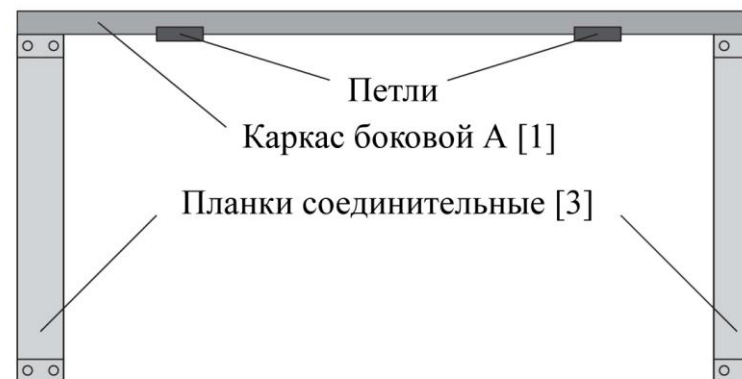

Рисунок 3
3) Расположите каркас боковой А [1] петлями вверх, перпендикулярно соединительным планкам [3]. Установите его посадочными местами на шпильки двух соединительных планок и закрепите его гайками М6 [10.3] и шайбами 6 [10.4] в кол-ве 4 штук (см. рисунок 3), не применяя больших усилий при завинчивании.